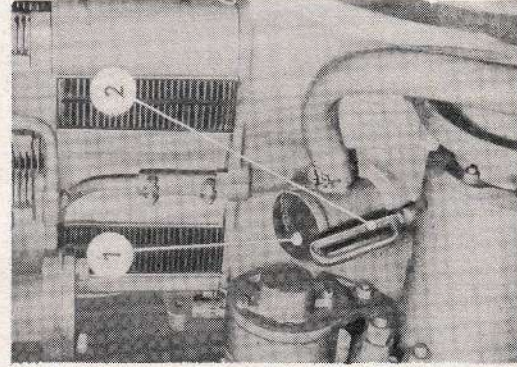

Bild 3
3. 200 Schmieröl im Motor (Bild 3)